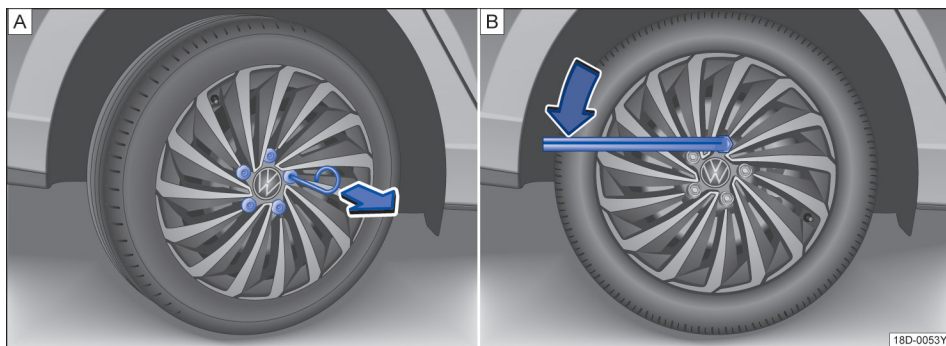

图 155 [A]. 从车轮螺栓上拔下盖罩, [B]. 更换车轮: 松开车轮螺栓
- 将钢丝钩穿过开口插入盖罩内→ 图 155[A], 然后沿箭头方向将其拔下。
- 将**车轮扳手**套到车轮螺栓上, 然后推到限位位置→ 图 155[B]。